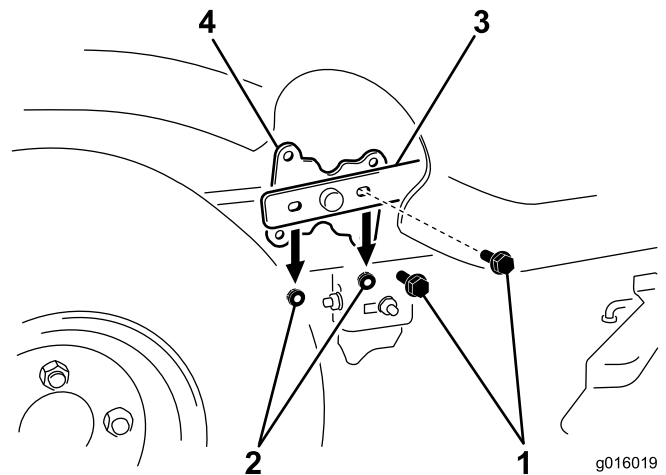

Figura 2
1. Localice el brazo de elevación y la palanca de elevación debajo del cuerpo derecho de la carrocería (Figura 2).
2. Retire las fijaciones que sujetan el brazo de elevación a la cara de la palanca de elevación (Figura 2).